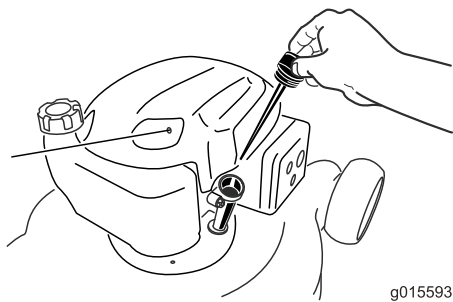

Рисунок 13
2. Извлеките щуп (Рисунок 13) и заполните маслом примерно 3/4 емкости картера через маслозаливную горловину.